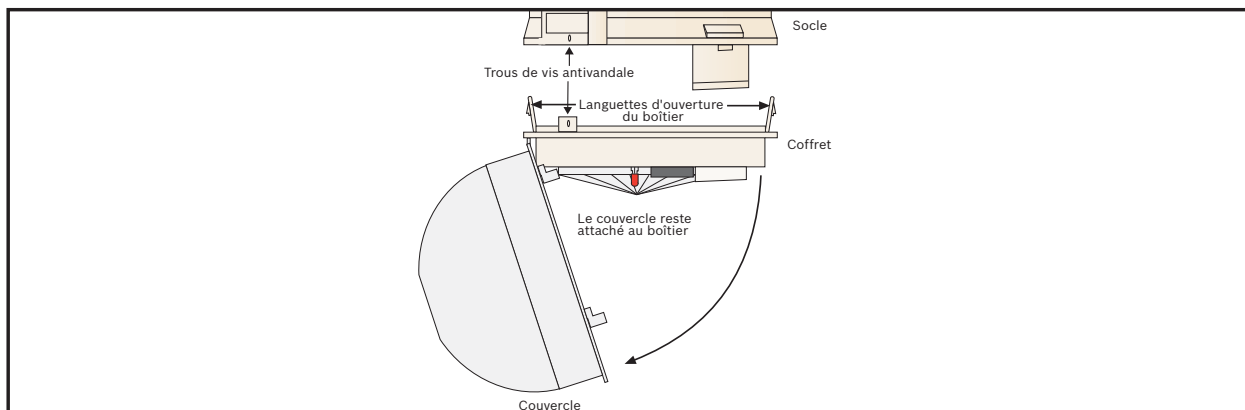

Figure 2.1 : Ouverture du couvercle
1. Retirez la base du boîtier en appuyant sur les deux languettes du boîtier tout en le soulevant pour l'éloigner de la base. Voir *Figure 2.1*.
2. Ouvrez le couvercle en le tournant dans le sens contraire des aiguilles d'une montre. Un côté du couvercle reste attaché à la base du détecteur. Ne tentez pas de retirer intégralement le couvercle. Voir *Figure 2.1*.